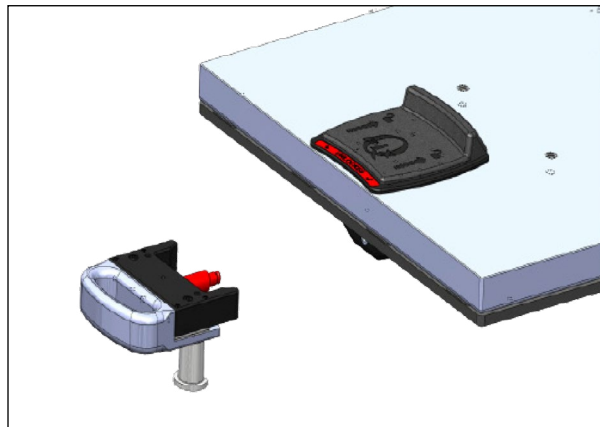

图 36
3. 将 CT 覆盖罩朝 CT 床板脚端滑动, 直至红色定位销靠近脚端安装配件上的金属销钉 (图 36)。